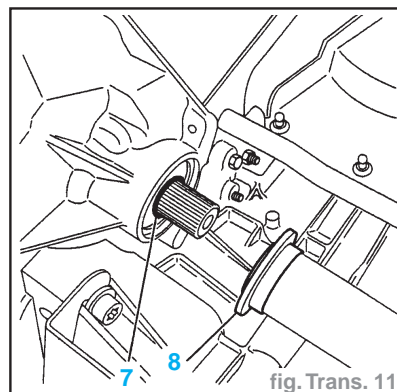

fig. Trans. 11
- Lors de la repose de la transmission droite, contrôler (fig. Trans. 11) :
- la présence et l'état du joint torique (7)
- la présence du cache-poussière (8)